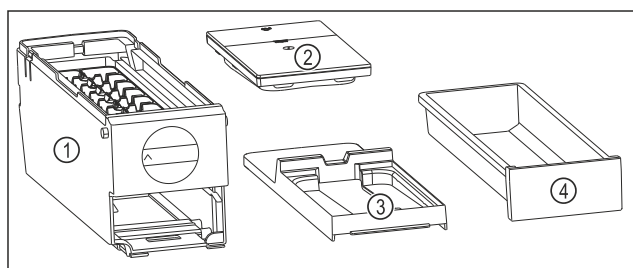

Fig. 106 Bestandteile des EasyTwist-Ice
- EasyTwist-Ice ist in vier Teile zerlegt. (siehe Fig. 106)
- EasyTwist-Ice nur in abgebildete Bestandteile zerlegen. (siehe Fig. 106)
- EasyTwist-Ice-Korpus Fig. 106 (1) als Ganzes reinigen.